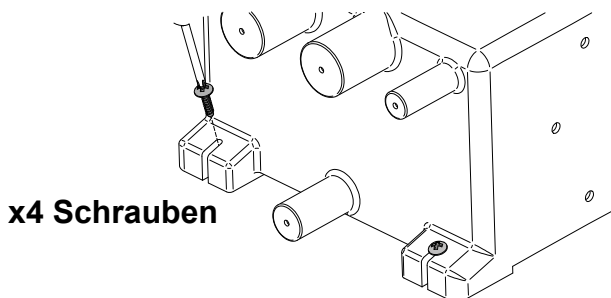
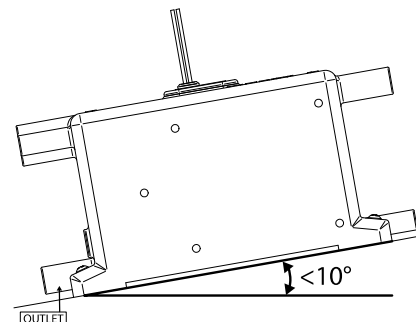

Abbildung 5 Befestigung des Tanks
Abbildung 6 Maximal möglicher Installationswinkel
Schritt 2: Der Tank **muss** mit 4 geeigneten Schrauben an den Tankfüßen befestigt werden, wie in Abbildung 5 dargestellt. **HINWEIS:** Der Neigungswinkel des Tanks darf 10° **nicht** übersteigen (Abbildung 6). **HINWEIS:** **Nicht direkt mit dem Bootsrumpf verschrauben** – MUSS an einer Schottwand oder einem zusätzlichen Brett montiert werden.